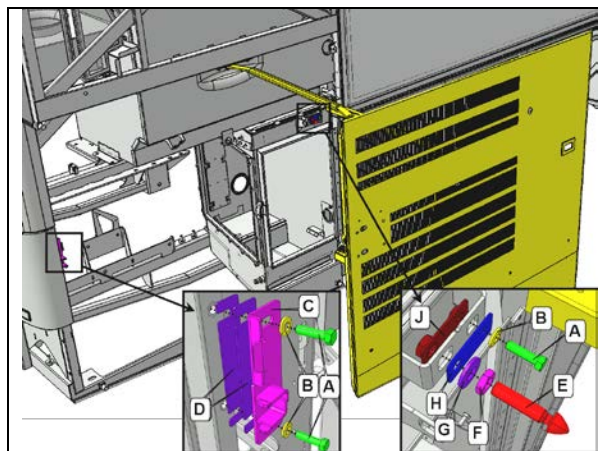

FIGURE 48: INSTALLATION DE LA PORTE – SYSTÈME DE LOQUET
1. Pour ajuster la position, la porte doit pouvoir bouger librement. Vous devrez donc enlever la goupille E et la plaque de butée C (Figure 48).